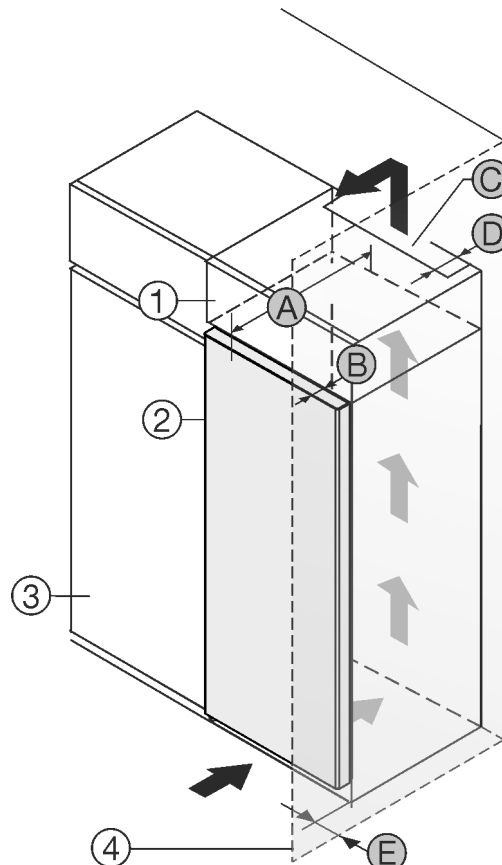

Fig. 1
Gerät direkt neben dem Küchenschrank Fig. 1 (3) aufstellen. An der Rückseite des Aufsatzschrankes muss ein Abluftschacht mit der Tiefe Fig. 1 (D) über die gesamte Aufsatzschrankbreite vorhanden sein.
Unter der Raumdecke muss der Entlüftungsquerschnitt Fig. 1 (C) eingehalten werden.
Wenn das Gerät mit den Scharnieren neben einer Wand Fig. 1 (4) aufgestellt wird, muss der Abstand zwischen Gerät und Wand mindestens 13 mm betragen.
Wenn das Gerät mit den Scharnieren neben einer Wand *Fig. 1 (4)* aufgestellt wird, muss der Abstand zwischen Gerät und Wand mindestens 20 mm betragen.
Um die Türe vollständig öffnen zu können, muss Gerät um die Türtiefe *Fig. 1 (B)* gegenüber der Küchenschrankfront vorstehen. Abhängig von der Tiefe der Küchenschränke *Fig. 1 (3)* und Verwendung von Wandabstandshaltern kann das Gerät weiter herausragen.